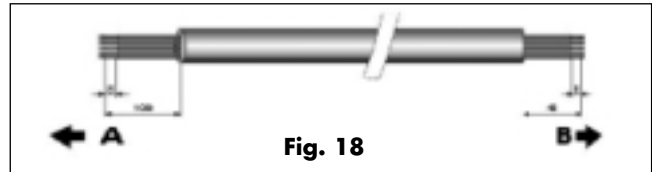

Fig. 18 A. ESTERNO B. INTERNO
2. Preparare le estremità del cavo a fili multipli (7) per il collegamento, come illustrato nella fig. 18.